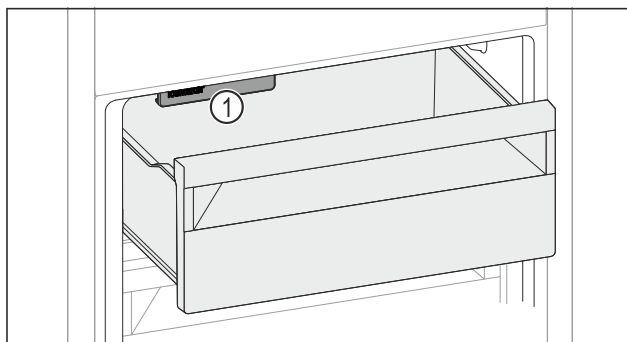

Fig. 155
- ▶ Uwzględnić IceMaker Fig. 155 (1).